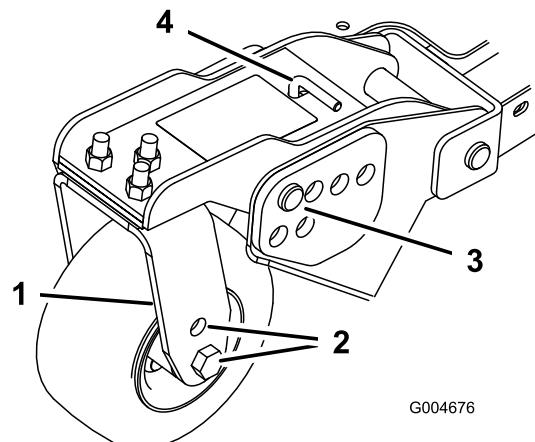
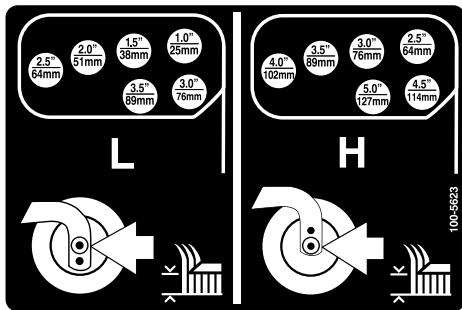

Bild 22
Bild 23
6. Entfernen Sie den Splint und die Lastösenbolzen von den Laufradgelenkkästen (Bild 22).
7. Drehen Sie die Spannstange, um den Gelenkkasten anzuheben oder abzusenken, bis die Löcher mit den ausgewählten Löchern in der Schnitthöhenhalterung im Mähwerkrahmen ausgerichtet sind (Bild 22 und Bild 23).